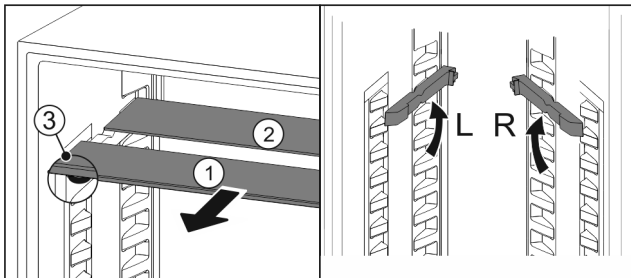

Fig. 61
- Retire Fig. 61 (1) las planchas de cristal individualmente hacia adelante.
- ▷ La placa de vidrio Fig. 61 (1) con tira decorativa se encuentra en la parte delantera.
- ▷ Los topes Fig. 61 (3) apuntan hacia abajo.